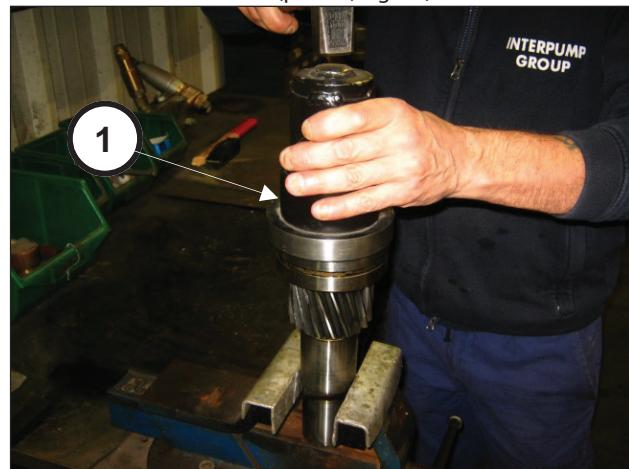

Fig. 75
Monte o rolamento 45x100x36 no pinhão usando a ferramenta cód. 27884800 (pos. ①, Fig. 75).